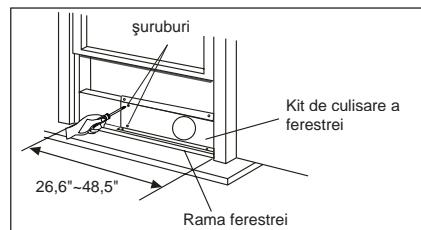
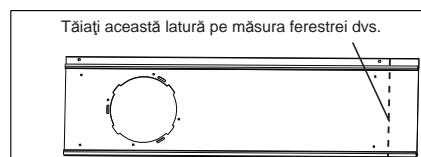
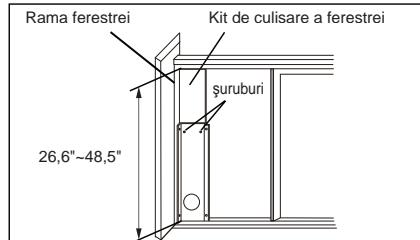

Fig. 13
Fig. 14
Fig. 19
2. Deschideți geamul și punteți kitul de culisare a ferestrei pe rama ferestrei (Fig. 13). Prindeți kitul de culisare a ferestrei de rama ferestrei. Reglați lungimea kitului de culisare a ferestrei în funcție de lățimea ferestrei. Înșurubați cele două șuruburi de kitul de culisare a ferestrei. Consultați Fig. 13. Tăiați kitul reglabil de culisare a ferestrei dacă lățimea ferestrei este mai mică de 26,6 țoli (Fig. 14).
- 2.** Deschideți geamul și puneți kitul de culisare a ferestrei pe rama ferestrei. Consultați Fig. 19. Prindeți kitul de culisare a ferestrei de rama ferestrei. Reglați lungimea kitului de culisare a ferestrei în funcție de înălțimea ferestrei. Înșurubați cele două șuruburi de kitul de culisare a ferestrei. Consultați Fig. 19. Tăiați kitul reglabil de culisare a ferestrei dacă înălțimea ferestrei este mai mică de 26,6 țoli (Fig. 14).